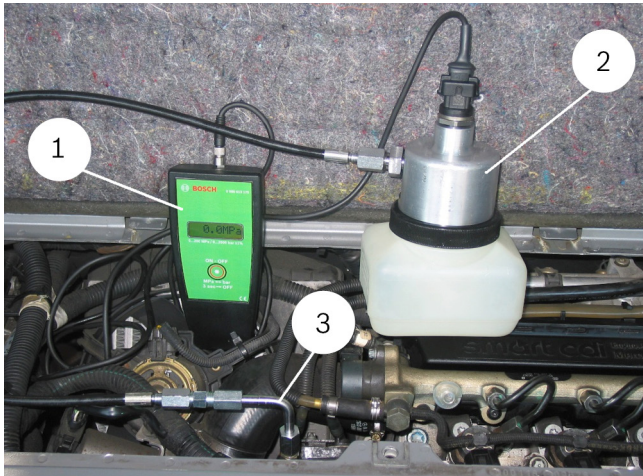

Abb. 13: Tilslutningseksempel på Common-Rail-tilslutningspumpe CP 1
4. Tilslut 60 MPa-slangen (fig. 13, pos. 3) med passende tilslutningsadapter, tilslut vinkel, møtrik og trykring (venstregevind) på højtrykpumpen.
5. Tilslut slangeledningen på manometermodulet (fig. 13, pos. 2).
7. Tilslut forbindelsesledninger på den digitale trykindikator (fig. 13, pos. 1) og railtryksensor på manometermodulet (fig. 13, pos. 2).